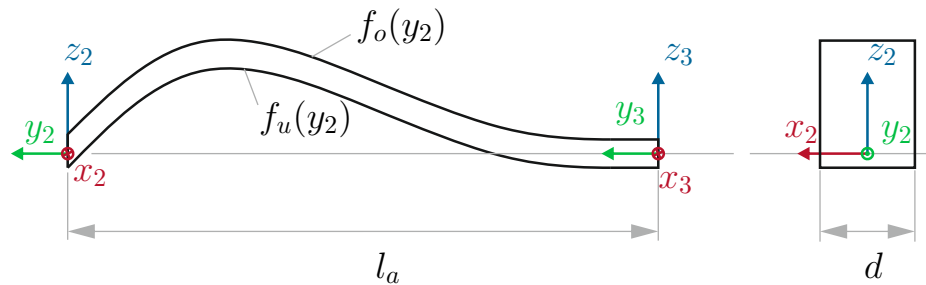

Abbildung 4: Form des Auslegers.
- h) Zwischen den Koordinatensystemen KOS 2 und KOS 3, befindet sich ein gebogenes Element wie in Abbildung 4 dargestellt. Dabei beschreiben die beiden Funktionen $f_o(y_2)$ und $f_u(y_2)$ den Verlauf der oberen und der unteren Kante im KOS 2. In x -Richtung ist der Ausleger symmetrisch mit der Breite d . Geben Sie Formeln zur Berechnung der Masse m_a des Auslegers, und für die Koordinaten des Schwerpunktes im KOS 2 an. Vereinfachen Sie diese so weit wie möglich. Gehen Sie dabei von einer homogenen Dichte ρ aus.